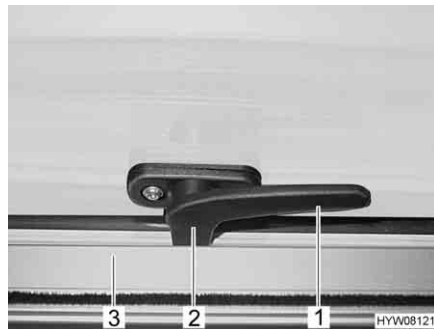

Fig. 80 Levier de verrouillage en position "Fermé"
- Tourner le levier de verrouillage (Fig. 80,1) d'un quart de tour vers le centre de la fenêtre.
- Tourner le levier de verrouillage (Fig. 80,1) d'un quart de tour vers le cadre de la fenêtre. Le tenon de verrouillage (Fig. 80,2) se trouve sur le côté intérieur du verrouillage de fenêtre (Fig. 80,3).